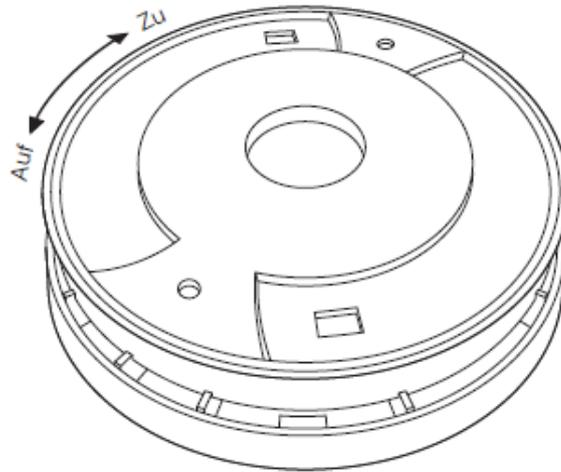

Abbildung 6: Lösen des Montagesockels vom Gehäuse durch Drehen entgegen dem Uhrzeigersinn
2. Drehen Sie das Gehäuse des Rauchwarnmelders gegen den Uhrzeigersinn, um diesen vom Montagesockel zu lösen (*siehe Abbildung 6*). Anschließend tauschen Sie die Batterie gegen eine neue Batterie aus. Achten Sie darauf, dass es sich um eine baugleiche Batterie handelt mit DC 9V!
3. Nach dem erfolgreichen Austausch der Batterie, montieren Sie das Gehäuse des Rauchwarnmelders wieder an den Montagesockel. Um diesen zu befestigen, drehen Sie das Gehäuse mit dem Uhrzeigersinn (siehe *Abbildung 6*).